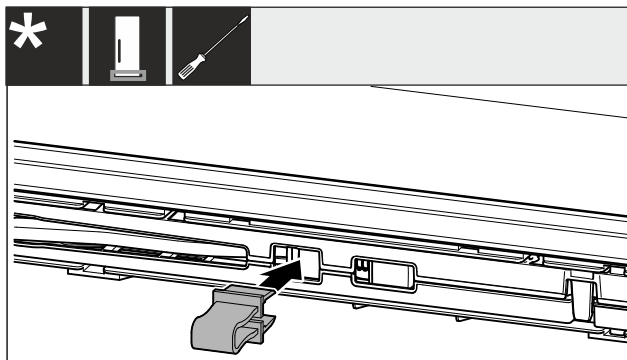

Fig. 4
- ▶ Pojistku nechte zapadnout do otvoru Fig. 4 ().